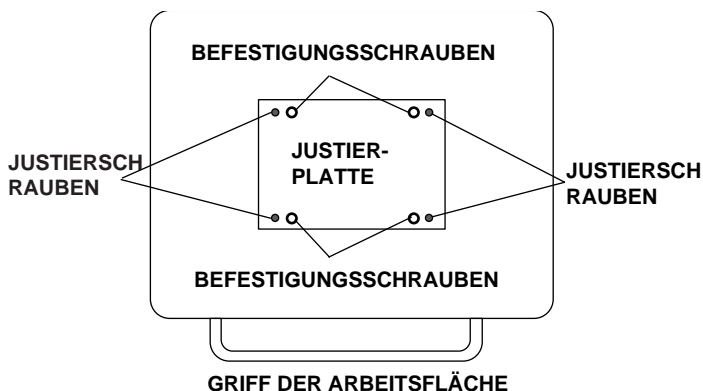

Bild 23. Arbeitsfläche waagrecht ausrichten
3. Lockern Sie die 4 Befestigungsschrauben in der Justierplatte auf der Unterseite der Arbeitsfläche (siehe Bild 23 auf Seite 25) mit einem 5-mm-Innensechskantschlüssel, aber entfernen Sie sie nicht.
4. Sehen Sie sich an, wo sich die 4 Justierschrauben befinden (siehe Bild 23).